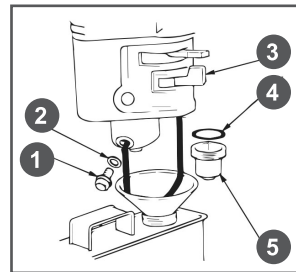

Рис. 28 Обслуживание фильтра-отстойника
1. Установите рычаг топливного крана 3 (Рис. 28) в положение «ЗАКРЫТО».
3. Открутите болт 1 сливного отверстия и слейте топливо из поплавковой камеры карбюратора (Рис. 28).
4. Открутите стакан отстойника 5, вылейте из него топливо в заранее подготовленную емкость (Рис. 28).
1. Слейте топливо из топливного бака и карбюратора (Рис. 28).